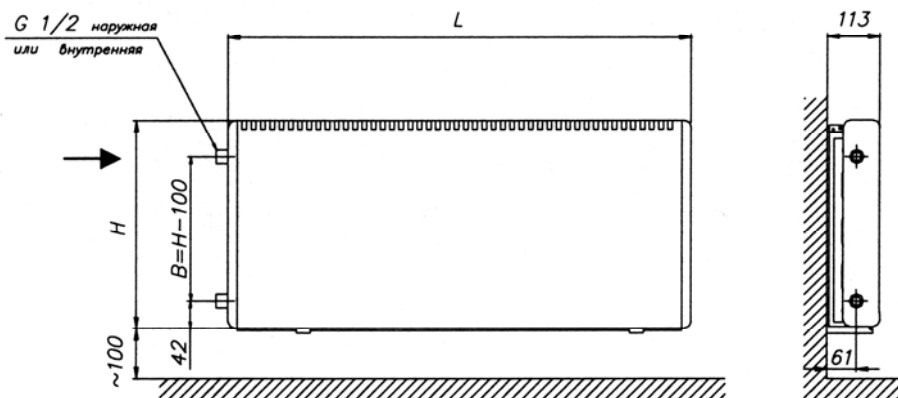

Рис. 1.3. Конвектор «Изотерм» настенный концевой РКН с боковым левосторонним подключением
1.3.4. Основные присоединительные размеры базовых настенных конвекторов РКН с боковыми патрубками показаны на рис. 1.3. Поскольку кожух и нагревательный элемент этих конвекторов представляют собой единую конструкцию, они выпускаются левого (рис. 1.3) и правого исполнения, что необходимо учитывать при их заказе. Конструкция конвектора РКН 600 в отличие от базовой имеет съёмный кожух и поэтому позволяет осуществить необходимую установку нагревательного элемента непосредственно на стройке в зависимости от расположения подводящих теплопроводов.